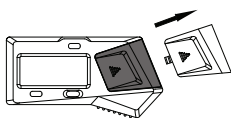

Abb. 1
- Entfernen Sie die Batterieabdeckung (Abb.1)